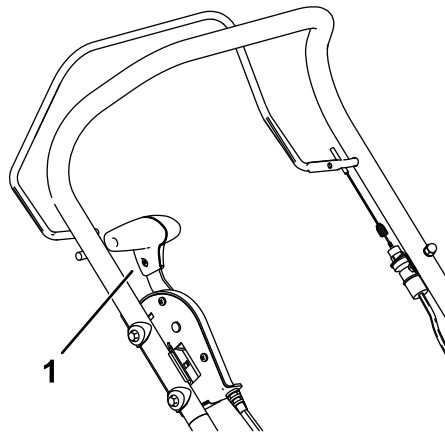

Figura 10
3. Mueva la palanca de transporte totalmente hacia atrás (hacia usted) a la posición de transporte (Figura 10).
5. Mueva la palanca de transporte totalmente hacia atrás (hacia usted) a la posición de transporte (Figura 10).
Para apagar el motor, suelte la barra de control de las cuchillas y mueva la palanca de transporte hacia atrás del todo, hacia usted, a la posición de transporte (Figura 10).